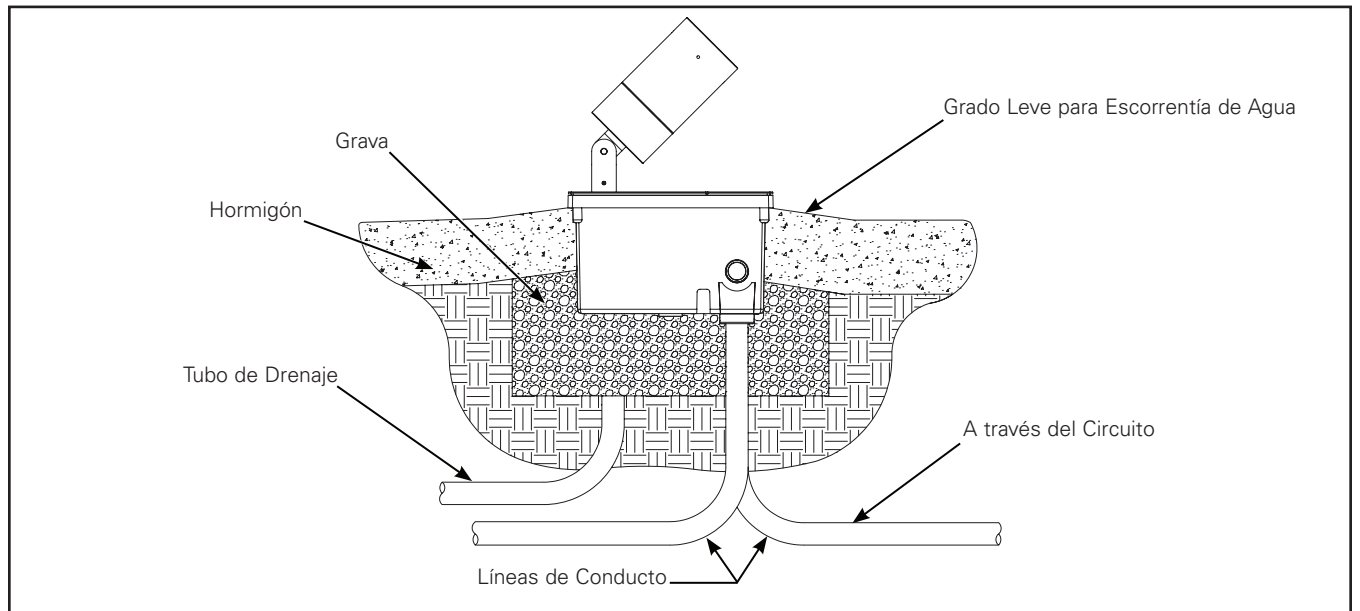

Figura 3.
4. No coloques el contenedor en el suelo en áreas bajas u otras áreas donde el agua se pueda acumular y permanecer durante largos períodos de tiempo. (Figura 3.)